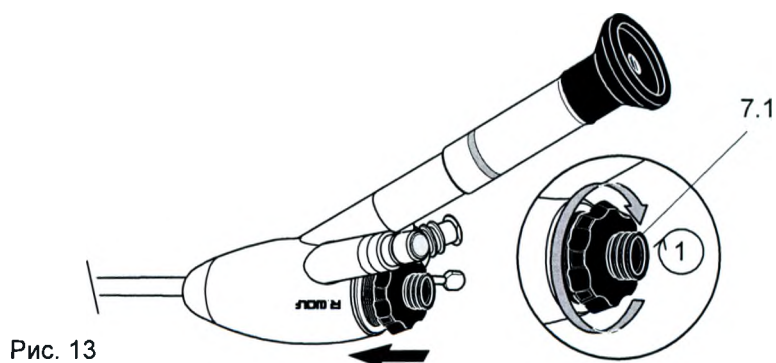

Рис. 13
- ◇ Резьбовой колпачок (7.1) с вставленным мембранным клапаном (7.2) заверните на один оборот на операционный лапароскоп (рис. 13)